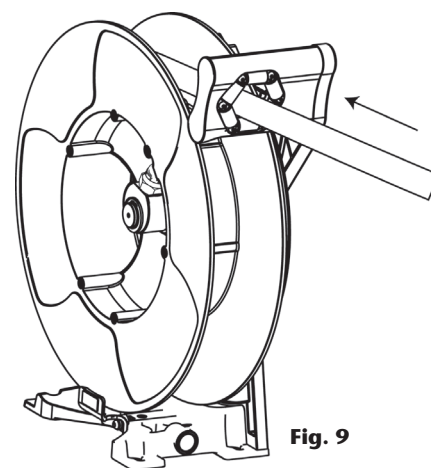

Fig. 9
5. Ziehen Sie den Schlauch fest genug, um ihn anschließend aufrollen zu lassen (Fig. 9).